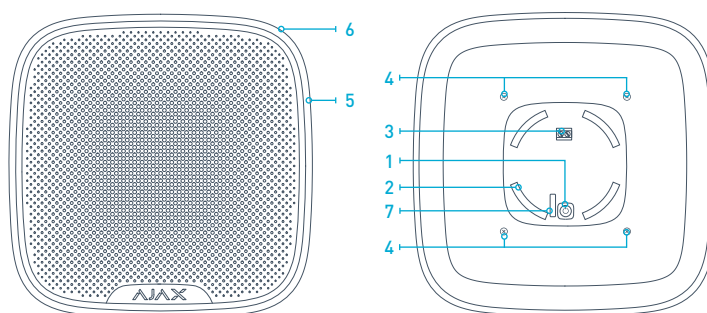
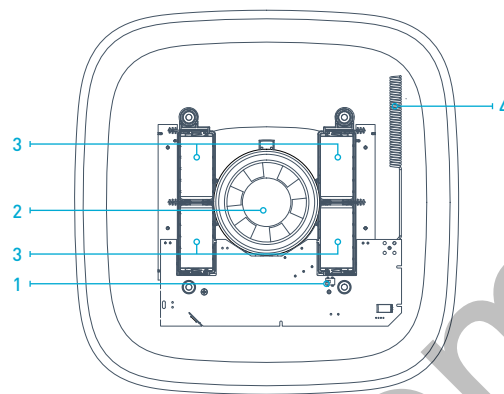

РИС. 1. Сирена
РИС. 3. Батарейный отсек
4.1 Перед установкой сирены обязательно нужно зарегистрировать ее в охранной системе Ajax. Для регистрации сирены необходимо в мобильном приложении Ajax или браузере зайти во вкладку «Устройства» и нажать кнопку «Добавить устройство», а затем выполнять подсказки мастера добавления устройств. В ходе процесса добавления устройства нужно будет включить сирену. Сирена включается/выключается зажатием кнопки «1» (РИС.1) на три секунды. В момент включения исправная сирена должна мигнуть всеми красными светодиодами «5» (РИС.1). Запрос на регистрацию в охранной системе передается только в момент включения сирены! Если регистрация сирены в охранной системе по какой-то причине не произошла, сирена после включения должна 6 раз мигнуть одним светодиодом «6» (РИС.1) с периодичностью раз в секунду, после чего автоматически выключается, быстро мигнув 3 раза всеми светодиодами. После этого сирену снова можно включать. Если сирена была удалена из списка зарегистрированных в охранной системе устройств, то она также мигает светодиодом 6 раз и затем автоматически выключается.
При вскрытии корпуса сирены тревога генерируется всегда и ее невозможно отключить в настройках сирены! При снятии задней крышки сирены для замены батареек, сначала выключите сирену кнопкой «1» (РИС.1), зажав ее на 3 с. При выключении сирены должна включить все светодиоды на 1 с а затем мигнуть ими 3 раза.
6.1 Когда сирена находится в режиме охраны, она сигнализирует об этом при помощи светодиода «6» (РИС. 1), кратковременно мигая им через каждые 30 секунд. По умолчанию функция мигания светодиода выключена, при желании ее можно включить в настройках сирены используя мобильное приложение или браузер.
8.2 Своевременно заменяйте батареи питания на новые! При разряде батарей сирена передает соответствующий сигнал на централь сигнализации. Также, когда батареи разряжены, постановка и снятие сирены с охраны сопровождаются одноразовым включением и плавным гашением светодиодного индикатора. Для замены батарей сначала в настройках сирены отключите тревогу на снятие, затем снимите сирену и выключите ее зажав кнопку включения на 3 секунды. После этого открутите 4 самореза «4» РИС.1 на тыльной стороне корпуса и снимите верхнюю крышку сирены. Замените 4 батареи «battery» (РИС. 3) на новые, типа CR123A, соблюдая полярность. После замены батарей обязательно проверьте работоспособность сирены!